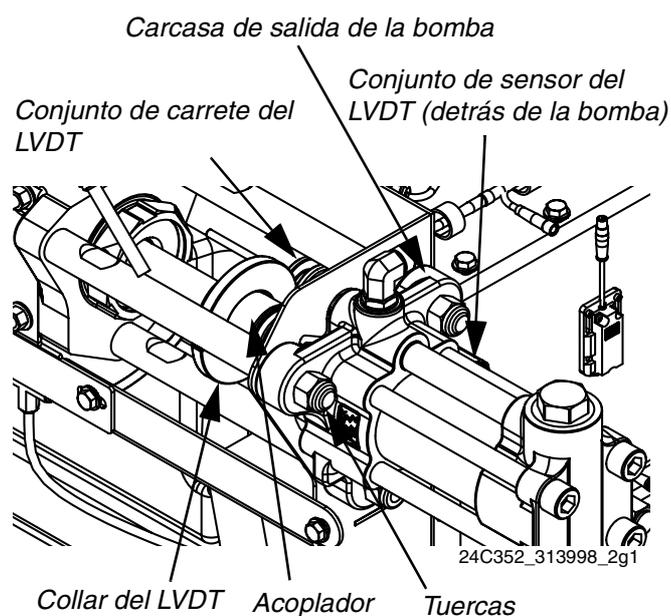

FIG. 2
- Retire los dos pernos de tope del collar del Transformador diferencial de variación lineal (LVDT), luego retire el collar del eje de la bomba del lado B. Vea la FIG. 2.
- Retire el acoplador de los ejes de las bombas de lado A y B. Vea la FIG. 2.
- Desenrosque el conjunto de sensor y el conjunto de carrete del LVDT de la carcasa de salida de la bomba. Limpie el controlador de carrete. Vea la FIG. 2.
- Retire las tres tuercas que fijan la bomba a las varillas de unión. Vea la FIG. 2.